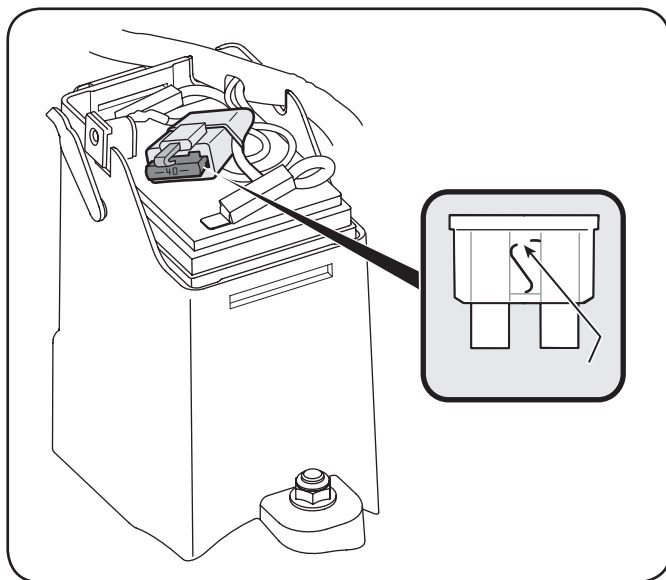

Figure 7-5
2. Retirez le fusible de la douille et inspectez-le. Voir Figure 7-5. Remplacez le fusible défectueux par un fusible standard de 40 ampères de type automobile.